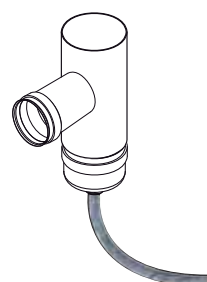

fig. 5.5.3
**Per garantire la possibilità di drenaggio della condensa che può formarsi nel condotto fumario, è necessario installare un raccordo a T all'uscita del camino verso l'esterno dell'edificio (fig. 5.5.3).**